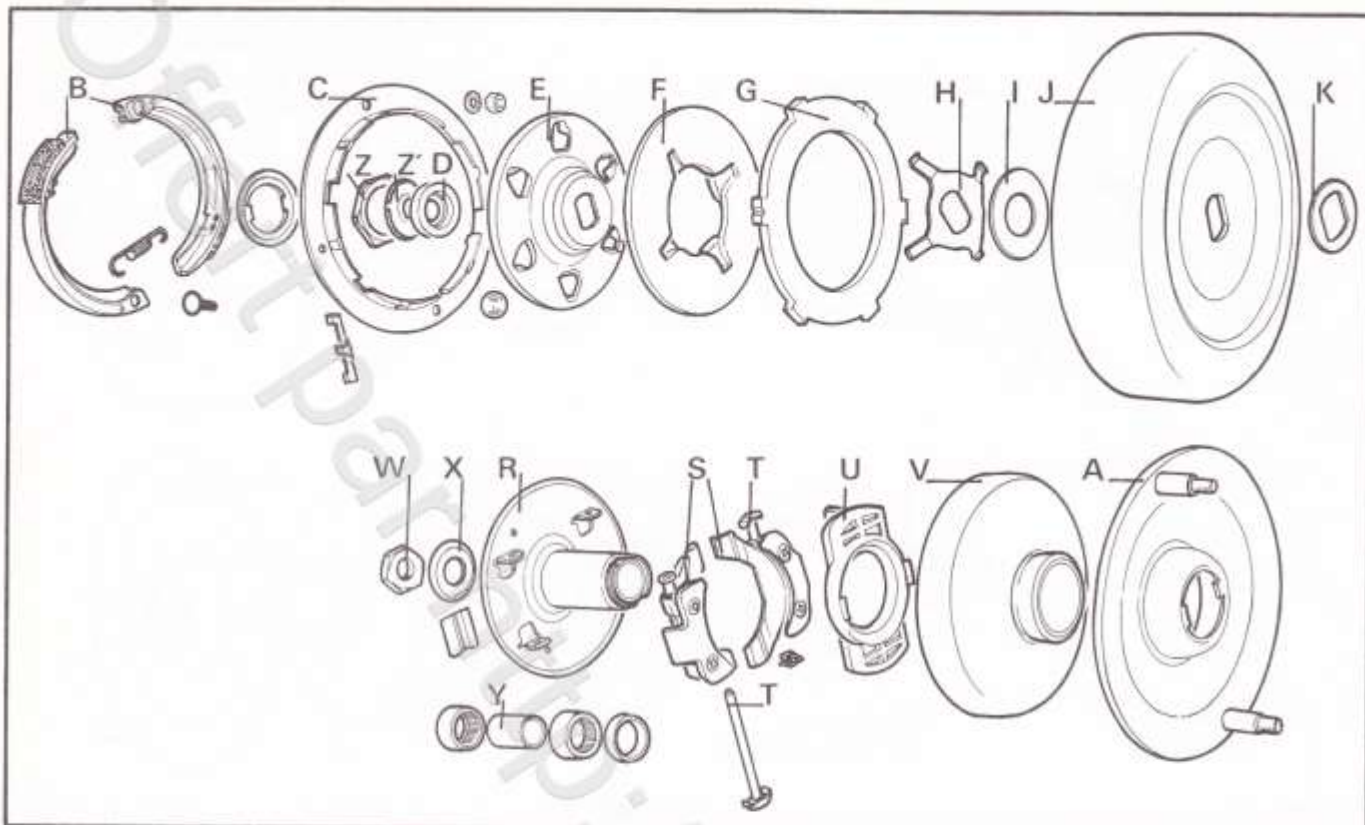
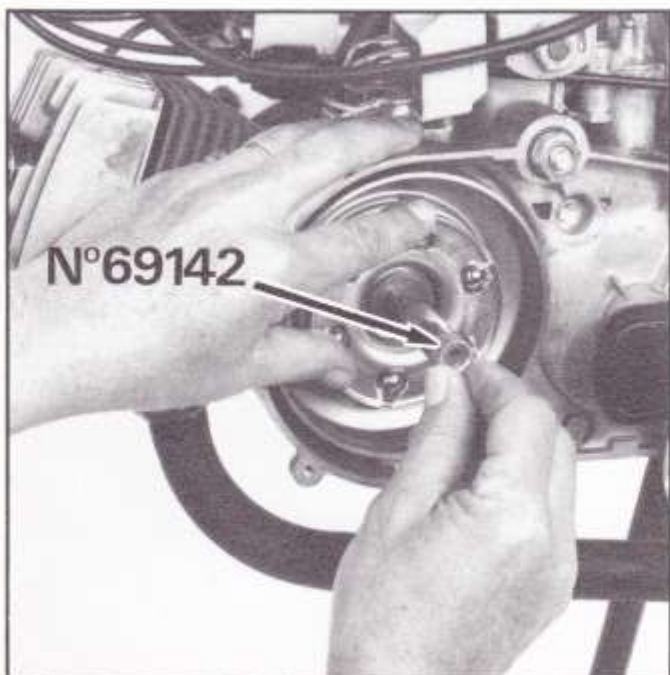

Fig. 40
Fig. 41
- Mettre la rondelle d'appui (K) en place sur le méplat du vilebrequin, chanfrein contre carter (fig. 40).
- Le tambour (J),
- La rondelle de réglage (I),
- Le ressort (H).
- Le tambour plateau d'appui (E),
- Le flasque d'embrayage (F).
- Retourner cet ensemble sur la gamiture (G) et monter ces éléments sur le vilebrequin en positionnant correctement les méplats du tambour (E). En maintenant toujours l'ensemble, continuer le montage:
- Rondelle embrevée (D),
- Entretoise (Y),
- Visser en bout de vilebrequin la douille taraudée 69142 (fig. 41).